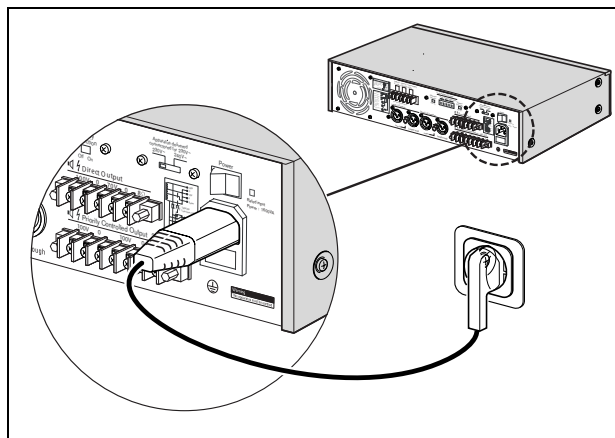
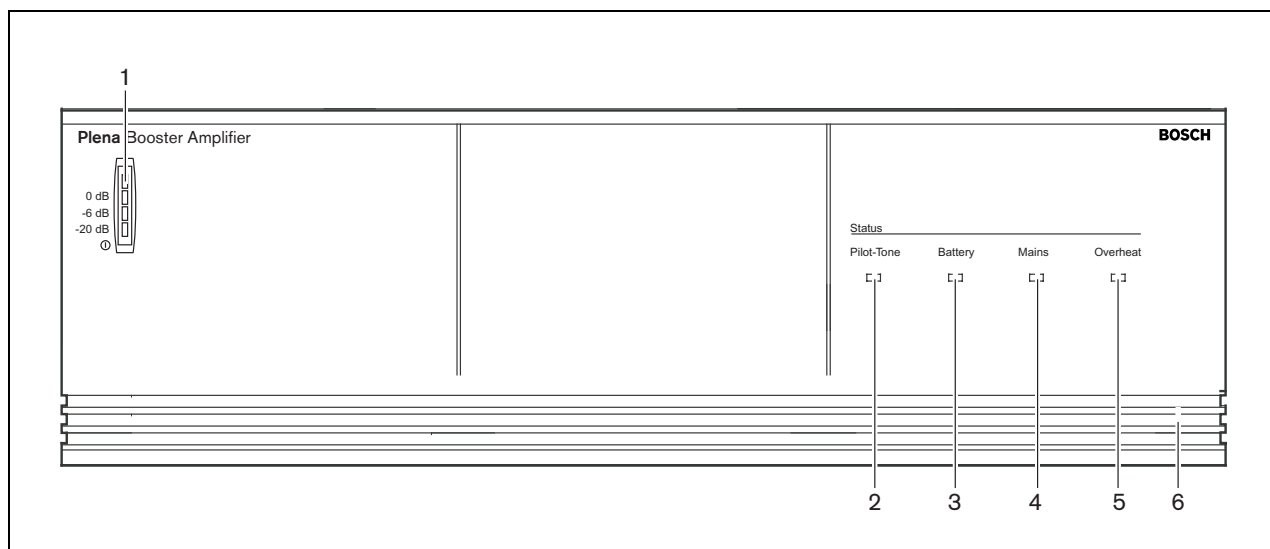

Abbildung 5.1: Netzschalter
Abbildung 5.2: Frontplatte LBB1938/20
Bringen Sie den Schalter Power an der Rückseite des Leistungsverstärkers (siehe Abbildung 5.1) in Position I. Bei aktiver Netz- oder Notstromversorgung leuchtet der Aussteuerungsmesser (1) an der Frontplatte des Leistungsverstärkers auf und zeigt die jeweilige Ausgangsleistung an (siehe Abbildung 5.2).
Bringen Sie den Schalter Power des Leistungsverstärkers (siehe Abbildung 5.1) in die Position O.